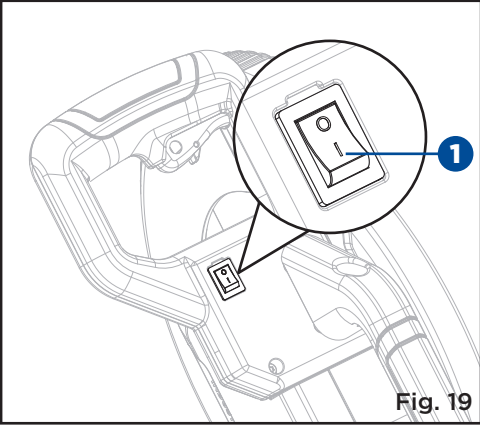

Fig. 19
UTILISATION DE L'INTERRUPTEUR DU SYSTÈME DE GUIDAGE DE LAME DE PRÉCISION (FIG. 19)
- Le système de guidage de lame de précision est équipé d'un bouton de marche/arrêt (1) (Fig. 19). Le système de guidage de lame de précision est indépendant de l'interrupteur à détente de la scie à onglets.